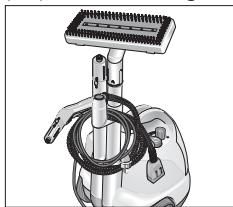

Abb. 10: Aufräumem
- Stecken Sie die beiden Verlängerungsrohre einzeln in die Zubehörköcher (A5) auf der Geräterückseite. Stecken Sie die Bodendüse (H1) auf ein Verlängerungsrohr (siehe Abb. 10).